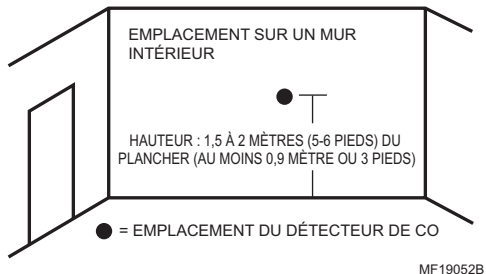

Fig. 3. Emplacement pour l'installation du détecteur de CO au mur.
- Placer le détecteur à au moins 0,9 mètre (3 pieds) du plancher. Voir la Fig. 3.